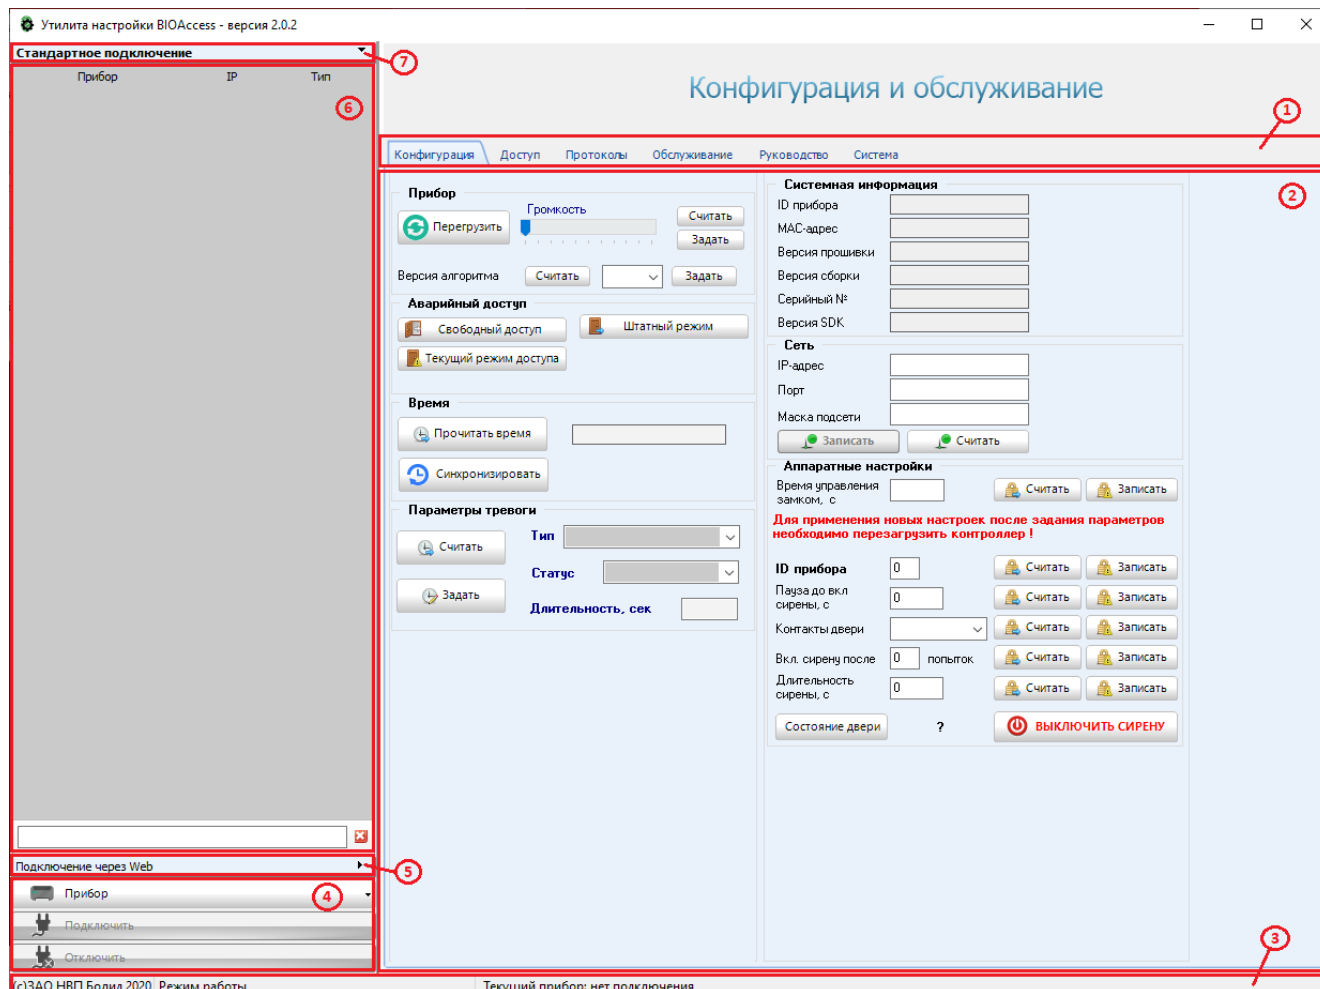
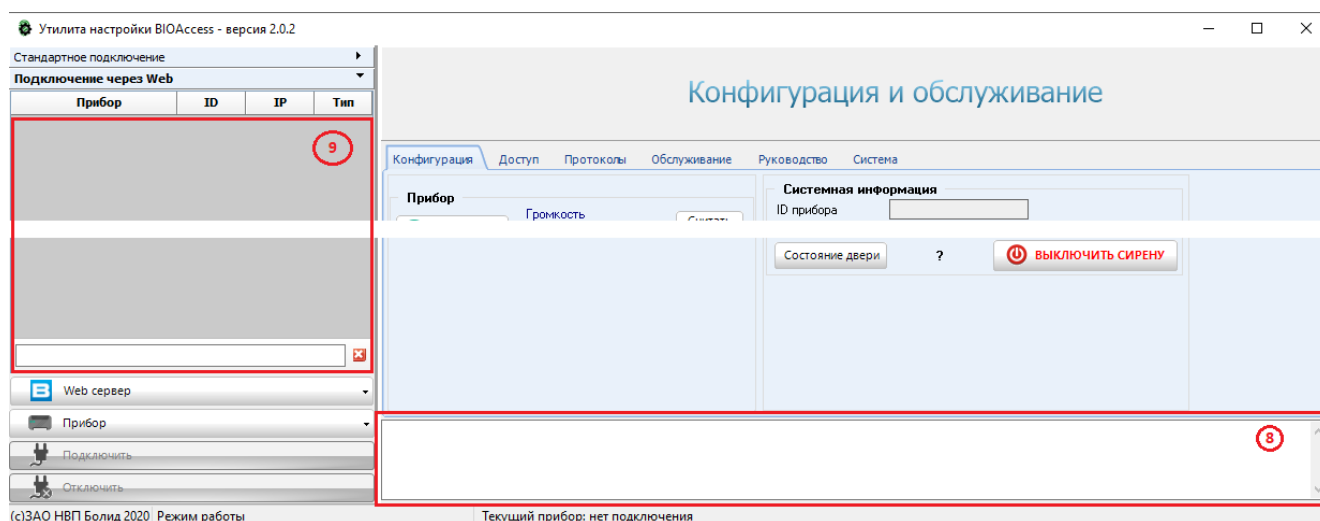

Рис. 8
Рис. 9
Внешний вид основного экрана программы BAProг представлен на рис. 8 и рис. 9.
Элементы окна программы (рис. 8):
- 8 Окно лог взаимодействия с приборами (отображается при активизации вкладки «Подключение через Web») (рис. 9);
- 9 Дополнительные элементы окна программы (отображаются при активизации вкладки «Подключение через Web») (рис. 9).